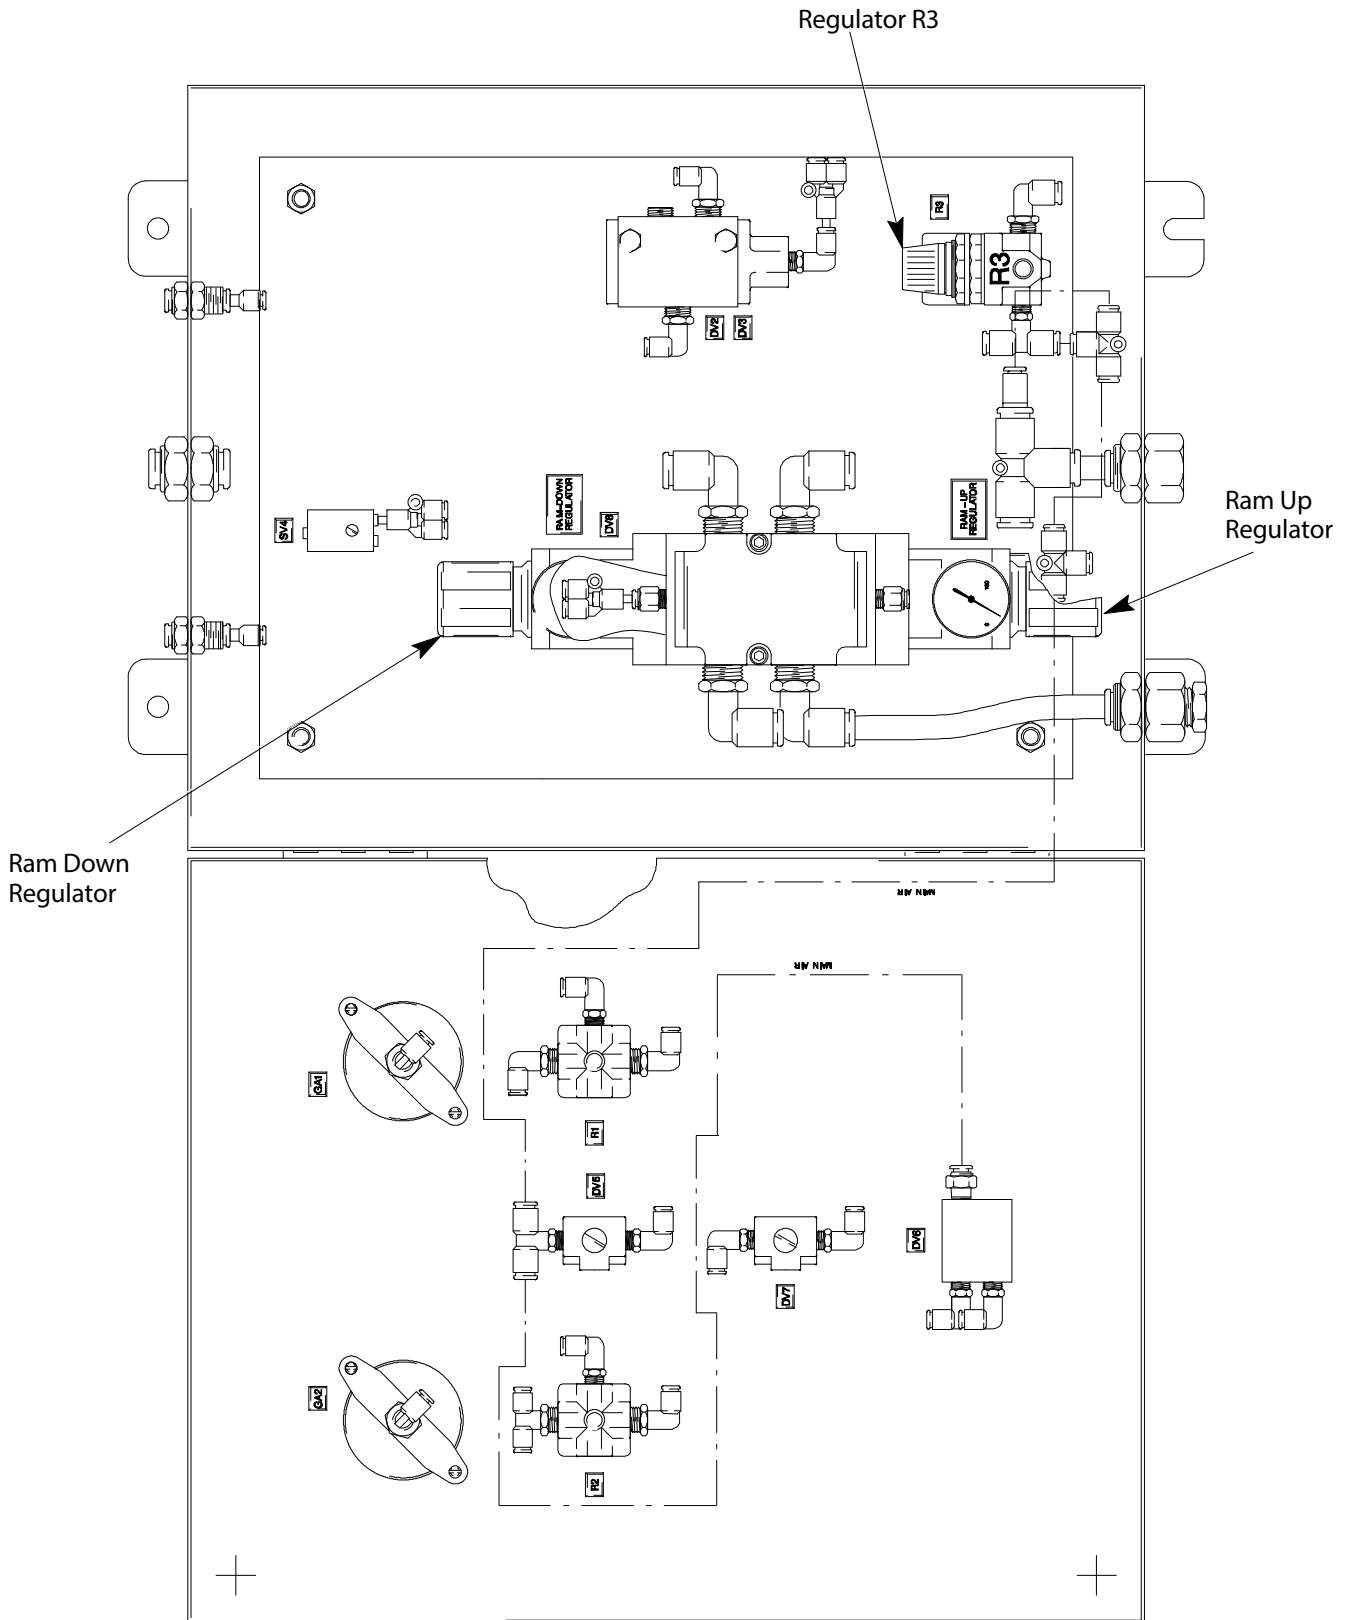

Fig. 10
- c. Ajuste el interruptor de límite bajo para activar en el nivel definido en los pasos 37.b. Vea Fig. 10.